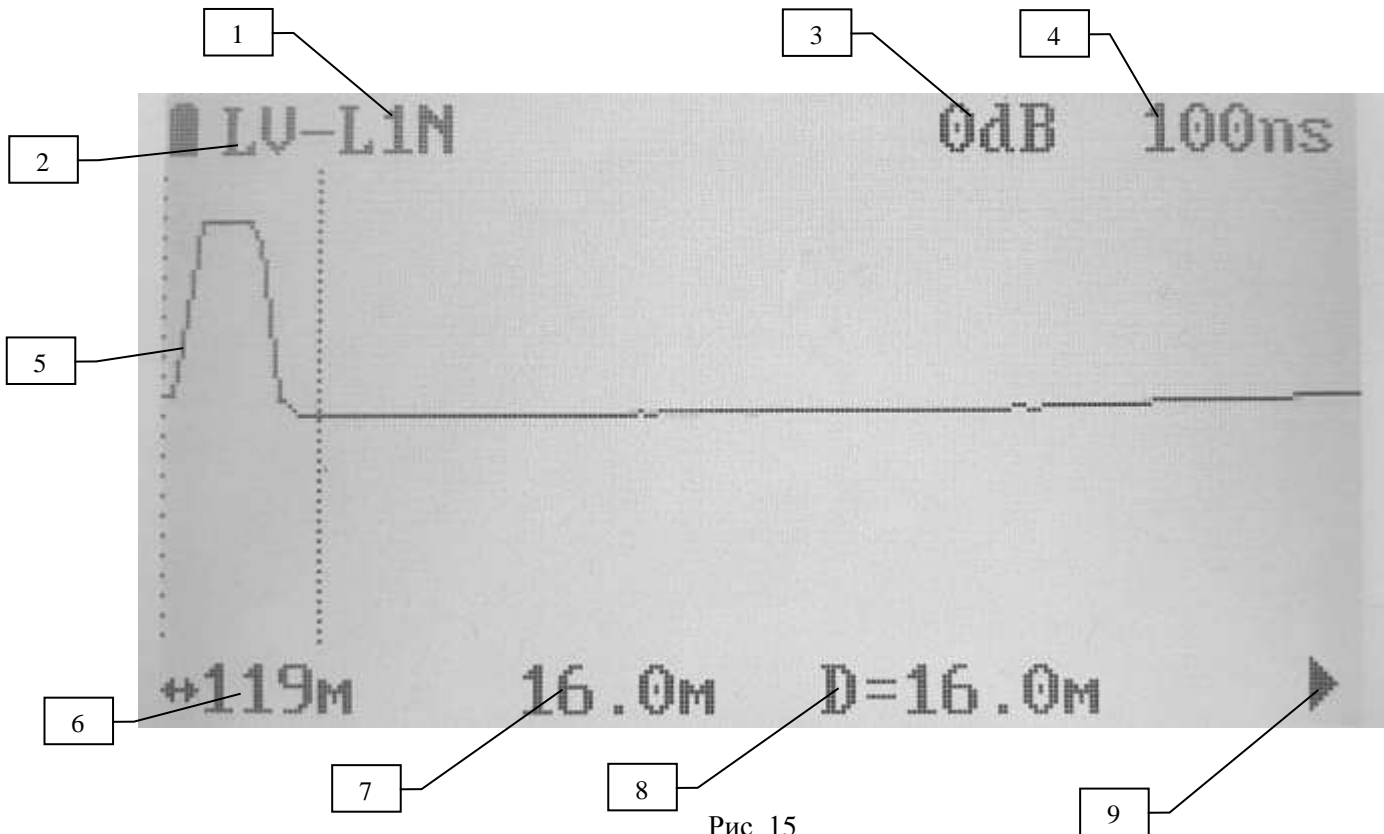

Рис. 15
Вид экрана показан на рис.15
При желании, оператор, нажимая кнопки «Длительность импульса», «Масштаб X» или «Усиление» может добиться более читаемой рефлектограммы и кнопками «◀», «▶» (15 и 12, рис. 1) и «◀◀», «▶▶» (16 и 11, рис. 1) установить курсор №1 в начало зондирующего импульса, а курсор №2 в интересующую точку рефлектограммы, произвести отсчет расстояния (D=16,0 м рис.15). Смена активизации курсоров производится нажатием кнопки «▼» (14, рис. 1) (активный курсор индицируется более плотной линией). Нажимая кнопку «След. линия» (6, рис. 1) оператор может просмотреть все возможные комбинации подключений прибора: L1 N; L2 N; L3 N; L1 L2; L1 L3; L2 L3.
- кнопками «◀, ▶, ▼, ▼» установить текущую дату и время (рис. 15)